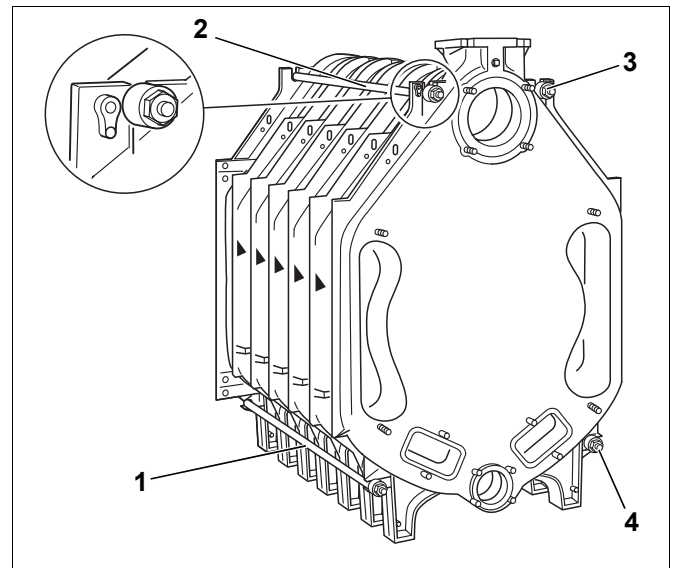

Bild 22 Ankerstangen montieren
- Ankerstangen mit den aufgesetzten Federpaketen links und rechts, oben und unten neben den Naben des Kessels in die Gussnocken einsetzen (Bild 22, Pos. 1 bis 4).